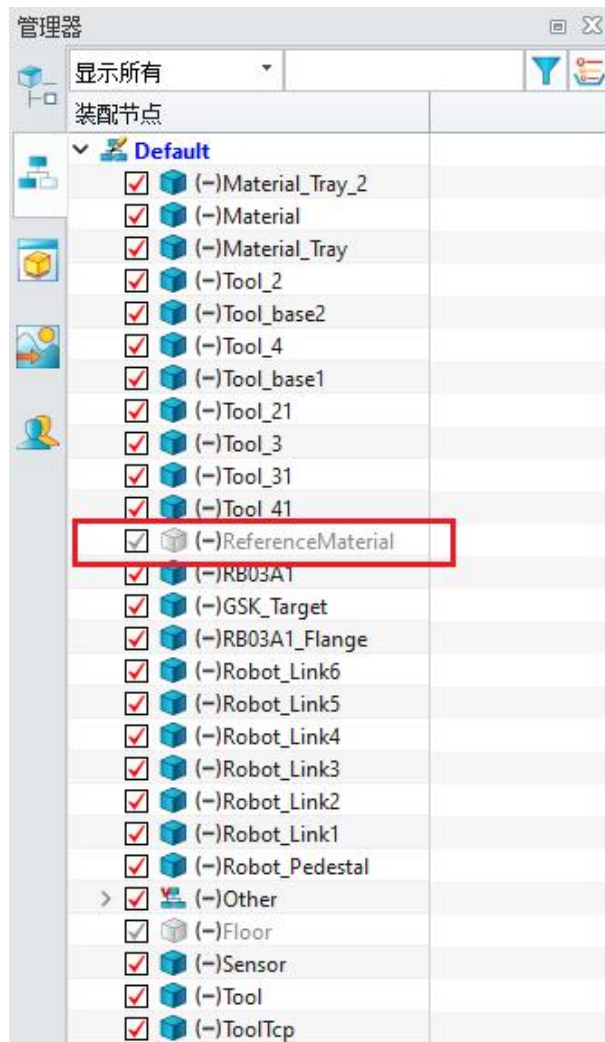

图 10-34: 隐藏
- ◇ 此外，隐藏了参考物料“ReferenceMaterial”（即放置点的参考物料）以更好地可视化机器人的抓手及其与物体的交互。（图 10-34）